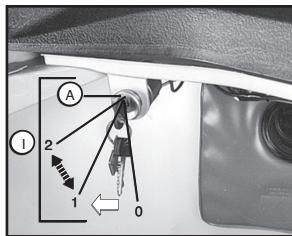

Fig. 7
- Posiciones en el interruptor "A" (Consulte la Fig. 7)